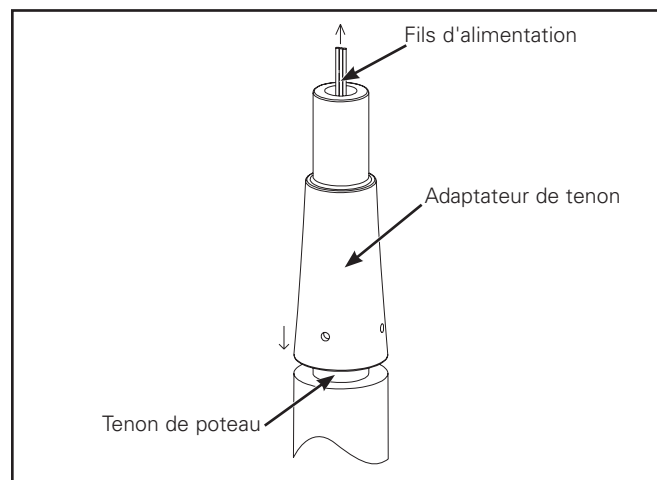

Figure 16.
3. Insérez l'adaptateur de tenon dans le tenon du poteau en le faisant glisser. (Figure 16.)